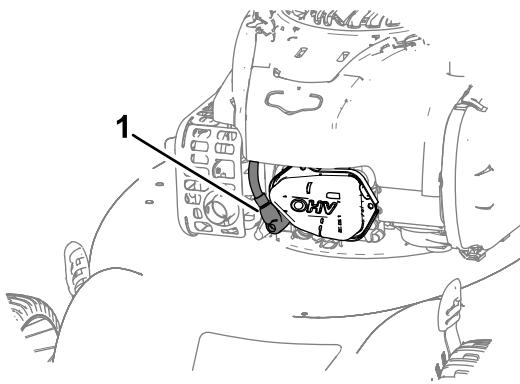

Figure 14
- Débranchez le fil de la bougie (Figure 14) avant de procéder à un quelconque entretien.